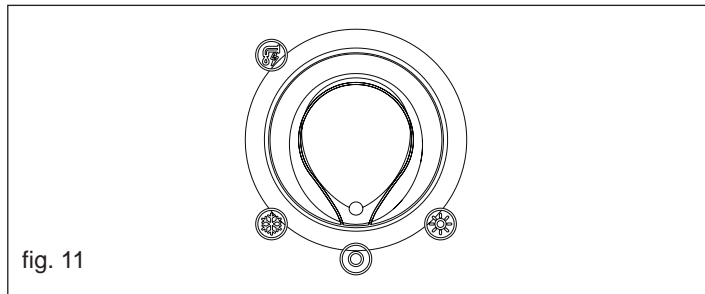

fig. 11
- Mettre le sélecteur de fonction sur ☉ (éteint/déblocage) (fig. 11).